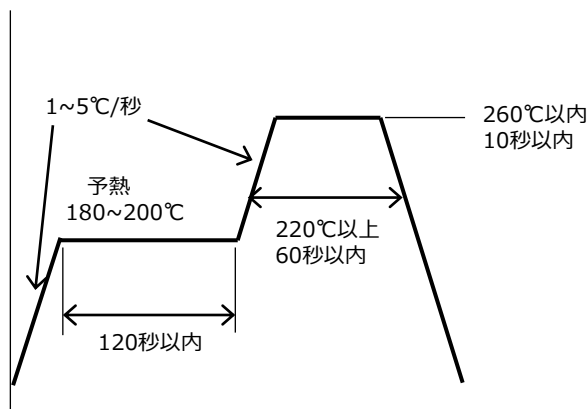

図9. リフロー推奨条件
- ①リフローはんだは2回まで可能です。
- ②リフロープロファイルは図9の条件を参考に、ご使用になるはんだの推奨条件に合わせてください。
- ③ピーク温度からの冷却温度勾配は、急冷却を避けてください。
- ④大気リフローの場合、リフロー時の熱や雰囲気の影響により、光学的劣化を起すことがあります。リフローに際しては、窒素リフローを推奨します。